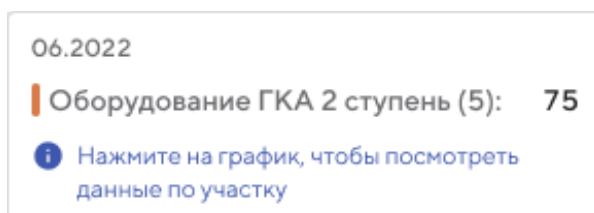

Рисунок 189 – Дополнительное окно с детальной информацией по выбранной диаграмме
5. Подведите указатель к столбцу диаграммы вида оборудования. Откроется дополнительное окно (Рисунок 189).
В дополнительном окне (см. Рисунок 189) отображается следующая информация: